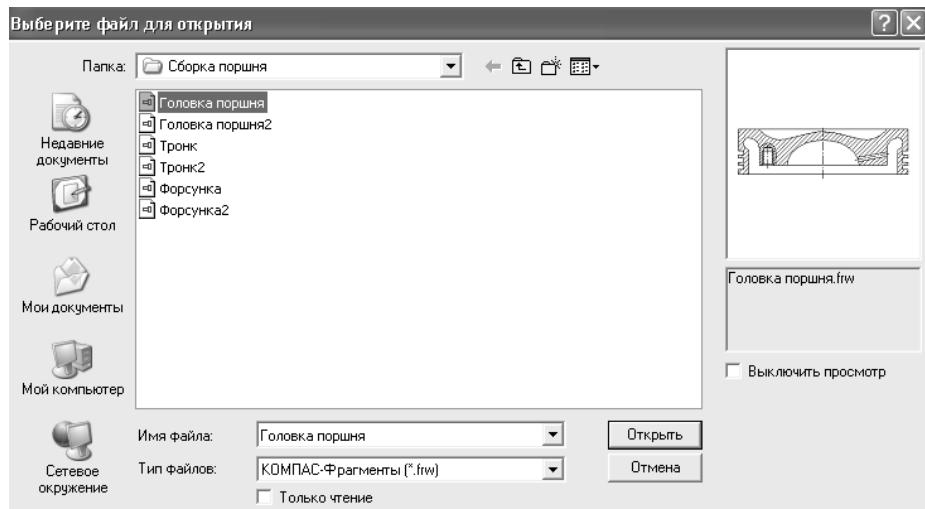

Рис. 3.78
3. Алгоритм сборки в файле с расширением frw. На инструментальной панели нажмите кнопку **Открыть**. Найдите папку **Сборка поршня**, которая была создана ранее, и откройте файл **Головка поршня** (рис. 3.78).